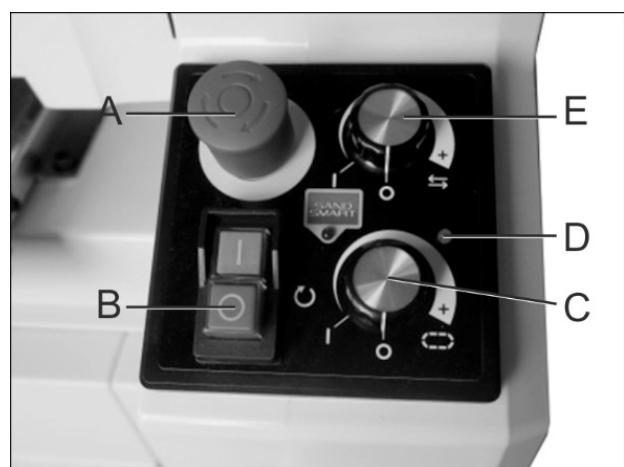

Рис. 9-1: панель управления
2. Сбросьте аварийный выключатель, повернув красную кнопку по часовой стрелке или потянув за нее (A, Рис. 9-1).
Примечание: если перед запуском двигателя регулятор скорости движения транспортерной ленты не установлен в положение ВЫКЛ. (OFF), то будет мигать индикаторная лампочка (D, рис. 9-1). Такая система оповещения помогает предотвратить непреднамеренный запуск транспортерной ленты. Если двигатель транспортера не работает, переведите регулятор (C, рис. 9-1) в положение ВЫКЛ. (OFF) и повторно установите скорость движения ленты.
Шлифовальный станок можно использовать как при зафиксированном в осевом направлении барабане, так и в режиме осцилляции. Верхний регулятор (E, рис. 9-1) активирует режим осцилляции.